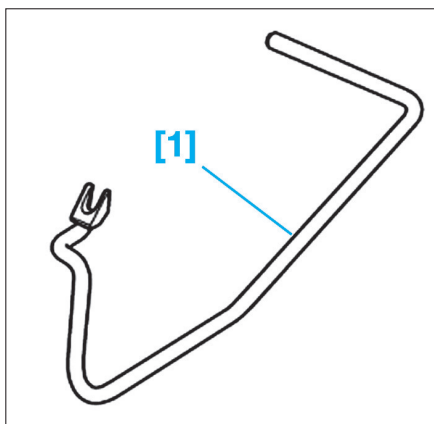

Fig. 14
- [1]. Outil de déverrouillage (Ref. T 10159) (Fig.14).